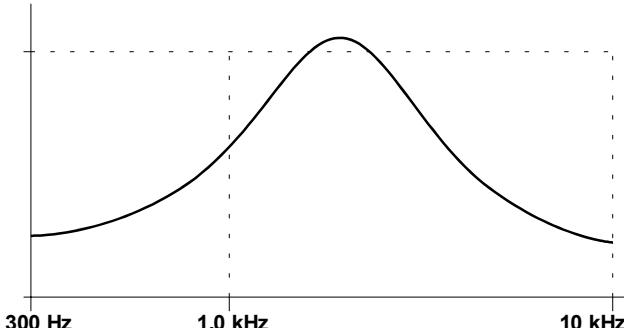

Abb. 1: Wirkung der Emphasis-Funktion
③ Emphasis
Der Regler ③ dient zur **Anhebung mittlerer Frequenzbereiche** (s. Abb. 1) um eine Mittenfrequenz von ca. 2 kHz. Auf diese Weise verleihen Sie dem Hall mehr "Druck" und Prägnanz.